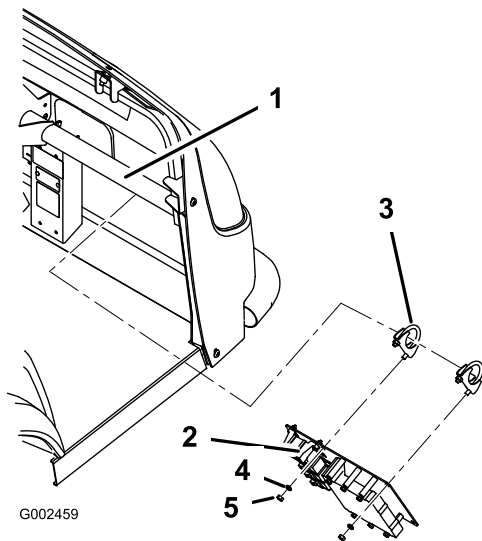

図 11
C. ワークマン 200 液剤散布システムでは、Uボルト 2 本とクランプ (5/16 x 3/4 インチ)、ナット (5/16 インチ) 2個とロックワッシャ (5/16 inch) 2 枚を使って 図 11 のように取り付ける。